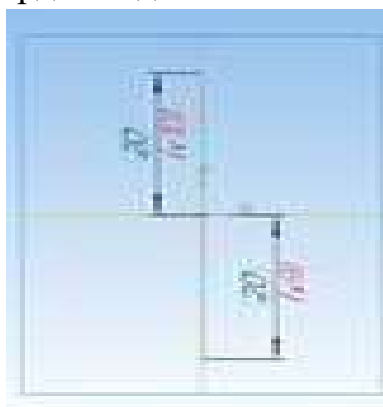

Рисунок 15.9 – Построение отрезков
4. В режиме редактирования эскиза постройте вертикальный отрезок стилем **Осевая** из начала координат длиной 20 мм вверх и вниз (рисунок 15.9).